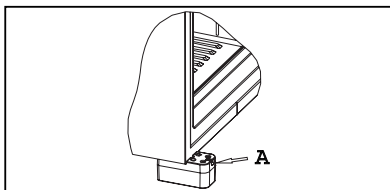

Afbeelding 6.
7.2. Binnenverlichting (afb.6)
2. reset het deurcontrolelampje door de afstandsbediening tegen de deursensor te houden (afb. 6. B) en op de knop te drukken.